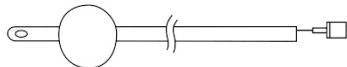

図4
- (5)(4)で改善されない場合、インフレーションルーメンに細い鋼線を挿入する(図4)。